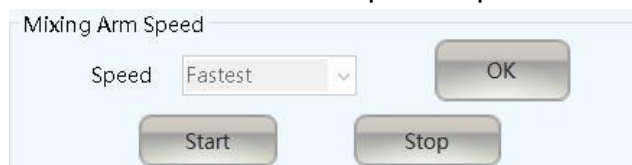

Figura 13-37 Velocidade rotativa do misturador
13. Verificação de rotação do misturador: Clique [Manutenção], na interface [Ajuste] como mostrado na figura 13-37. Clique em "Rodar" o motor do misturador para verificar a rotação do misturador e se o parafuso de fixação do misturador está solto ou não. Depois clique em "Parar".